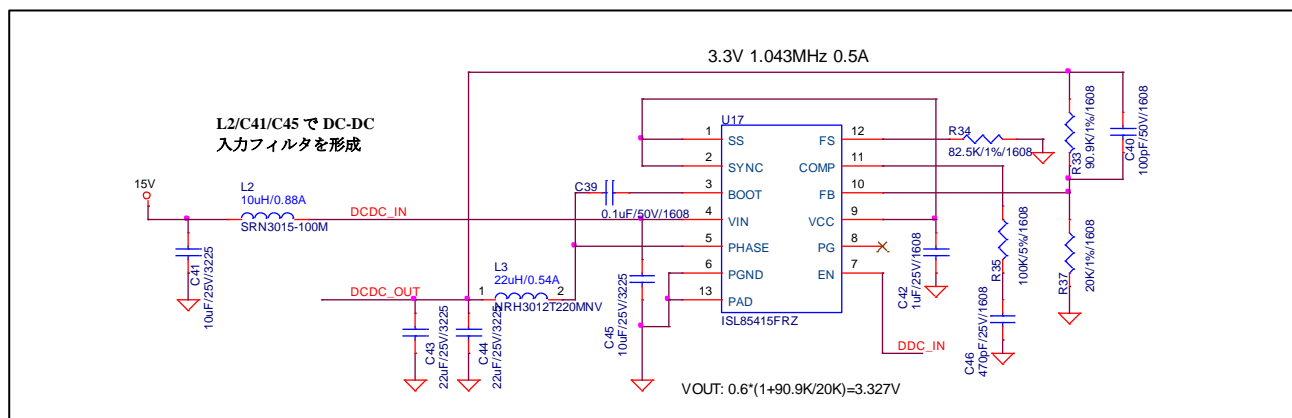

Figure 4-2 DC-DC 電源回路例
- Figure 4-2 に ISL85415 を用いた 15V から 3.3V を生成する DC-DC 電源回路の回路例を示します。